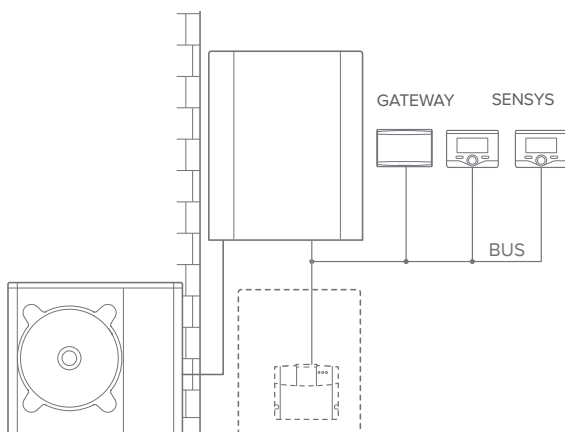

fig.4
- Situazione iniziale (Fig. 4)
Azioni necessarie (fig.4):